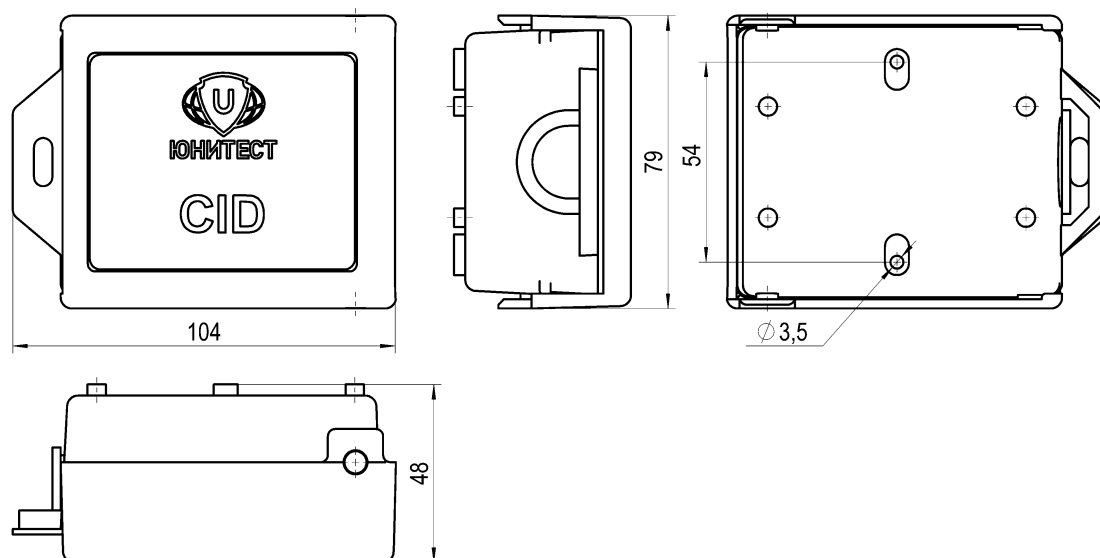
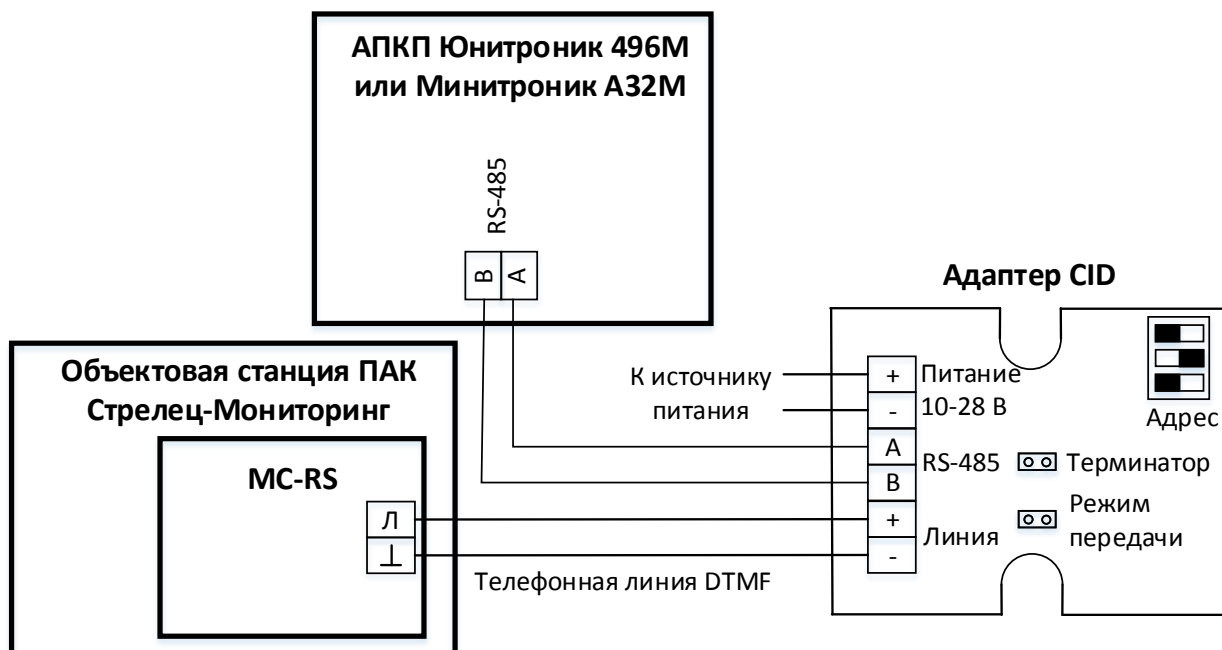

Рис.1. Габаритные и установочные размеры адаптера.
Рис. 2. Схема подключения адаптера.
2.1.1. Габаритные и установочные размеры адаптера показаны на рис.1, принципиальные схемы подключения - на рис.2.
2.1.2. Проложить провода согласно проекту. Установить адаптер, руководствуясь установочными размерами и схемой подключения рис.1,2.
2.1.3. Подключить адаптер к линии связи с АПКП (RS-485) и к блоку питания (рис.2). Подключить «Терминатор», установив на плате адаптера джампер "Терминатор". При установке в линии нескольких внешних устройств «Терминатор» устанавливаются на самом дальнем от АПКП устройстве, на остальных устройствах в линии джампер "Терминатор" удалить.